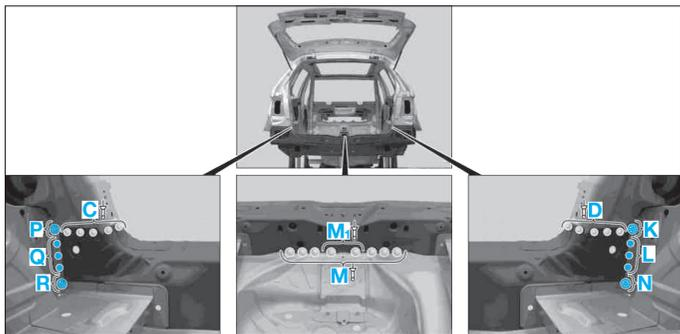

FIG. 120
- Souder la jupe AR, zones (A1), (A2), (B1), (B2), (H), (H2), (H4), (J), (J2) et (J4).
- Riveter le jupe AR (rivet Polygrip à tête plate, tête ronde de Ø 6,4 x 14 mm) dans les zones (C), (D) et (M) (Fig.120).